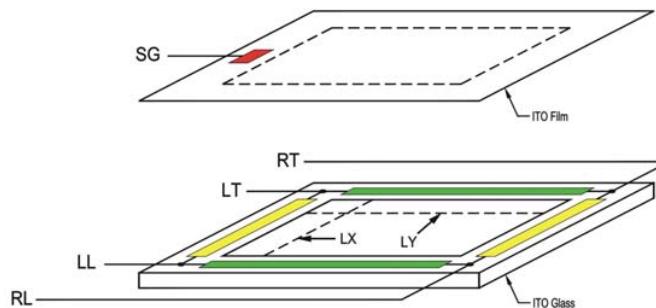
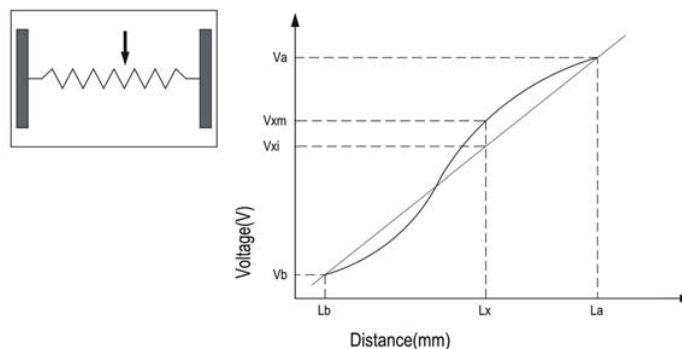

Figure 10-1
Figure 10-2
Step 6: measure the voltage differences between RT and LT (or RT and RL) (Fig 10-1) (Fig 10-2)
[將 RT, RL 短路(或 RL, LL 短路)並接上 5V 的直流電, 另外將 LT, LL 短路(或 RT, LT 短路)並接上接地線圈 0V, 以 5.0mm 的間隔, 利用手寫筆(stylus)劃直線(如圖 2 中 LX 和 LY), 並量測 SG 的電壓, 量測並計算 RT 與 LT 間的電位差(或 RT 與 RL 間的電位差)] (Fig 10-1) (Fig 10-2)